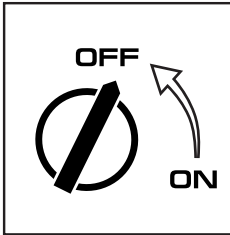

Рис. 23
2. Переведите поворотный выключатель двигателя в положение «OFF» (Рис. 23)